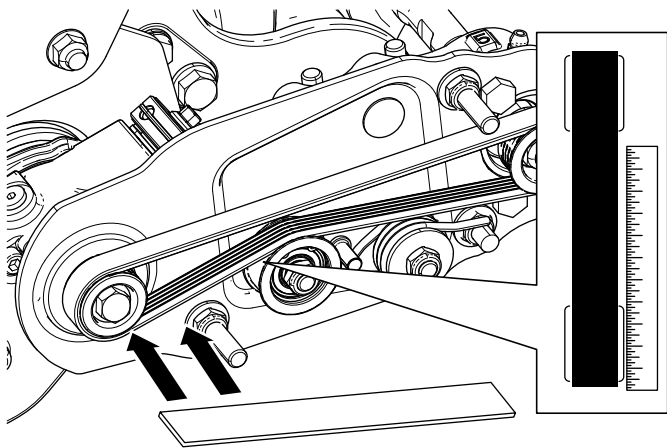

图 15
- 沿着**驱动**皮带轮的外面放置直尺 图 15。切勿把直尺穿过驱动皮带轮和从动皮带轮。